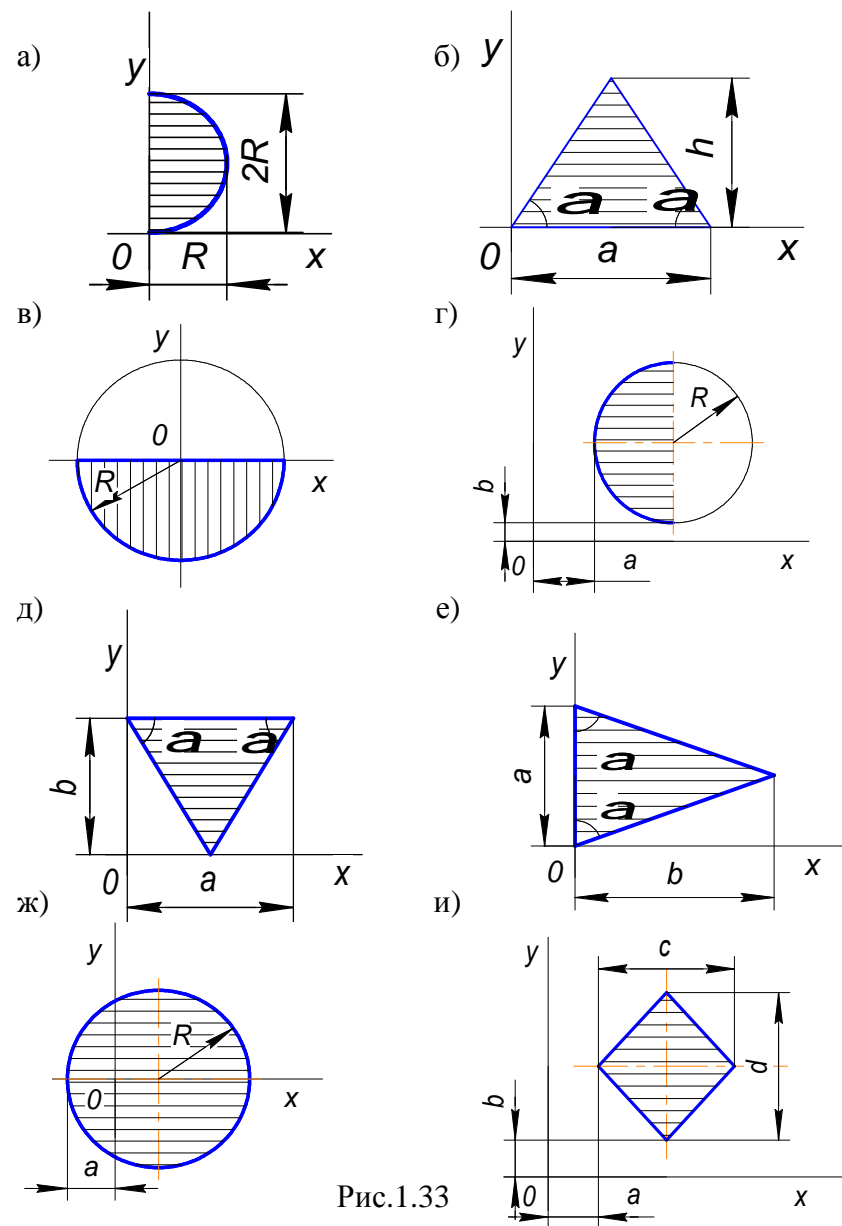

Рис.1.33
1.41. Определите координаты центра тяжести заштрихованной площади фигур на рис.1.33